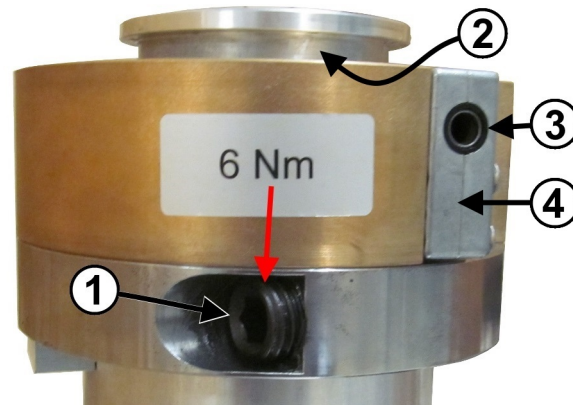
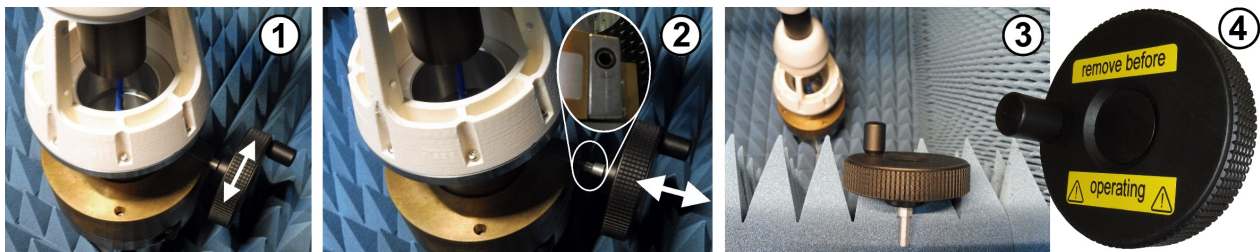
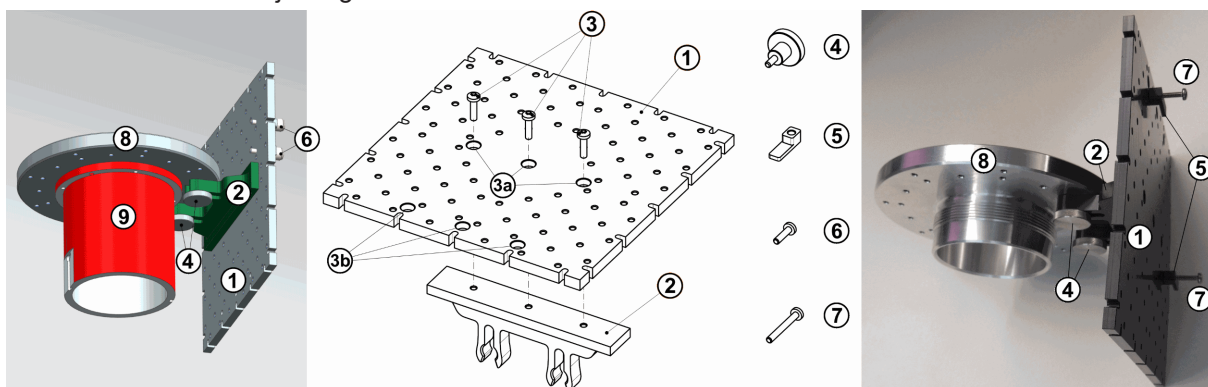

Bild 7-2: Drehtisch mit Klemmschraube und Kurbelantrieb
Bild 7-3: Kurbel des Drehtischs
Bild 7-8: Halterungssatz zur Aufnahme einer Leiterplatte zusätzlich zu einem Messobjekt
4. Stecken Sie die Kurbel (bezeichnet mit 4 in Bild 7-3) in den Innensechskant (bezeichnet mit 3 in Bild 7-2).
5. Drehen Sie die Kurbel (Bild 7-3) bis die Höhe des Messobjekts korrekt auf das horizontale Laserfadenkreuz eingestellt ist.
- 5 = Kurbelantrieb zum Heben oder Senken des Drehtischs (Kurbel vor der Betätigung des Arms entfernen, siehe Bild 7-3)
- Ein **Erfahrener Benutzer** hat die Leiterplatte auf der Leiterplattenhalterung mit Klemmen und Schrauben befestigt (bezeichnet mit 5 bis 7 in **Bild 7-8**).
- Ein **Erfahrener Benutzer** hat die Metallgrundplatte (8) der Messobjekthalterung auf dem Drehtisch (9) befestigt.
- Ein **Erfahrener Benutzer** hat die Leiterplattenhalterung unter der Grundplatte befestigt und dabei die Position der Kurbel des Drehtischs berücksichtigt (**Bild 7-3**).
Ein **Erfahrener Benutzer** kann den Leiterplattenhalterungssatz unter Verwendung der zentrierten (3a) oder seitlichen (3b) Montagebohrungen, siehe Bild 7-8, montieren.